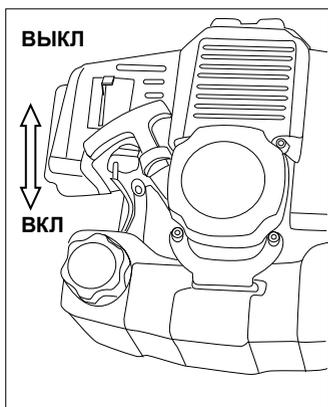

Рис.4
2. Переведите дроссельный рычаг в закрытое положение (Рис.4).